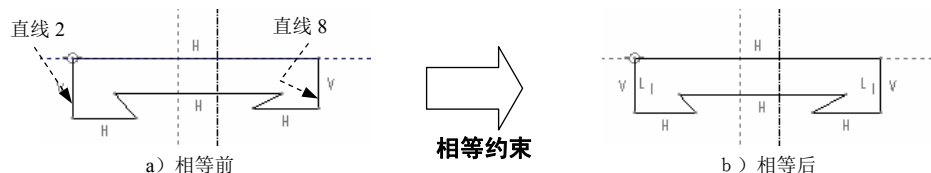

图 5.2.27 添加相等约束
d) 添加相等约束。单击工具栏按钮  中的  ,然后在图 5.2.27a 所示的图形中,先单击直线 8,再单击直线 2,此时图形如图 5.2.27 b 所示。